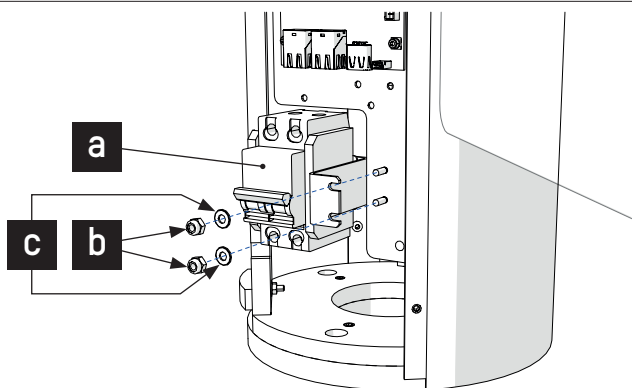

Fig. 33 - Rembyte (Huvudströmbrytare)
3. Ta bort fästelementen, muttrarna (b) och brickorna (c) från kretsbrytarenheten (a) för att lossa de monterade delarna (fig. 33);